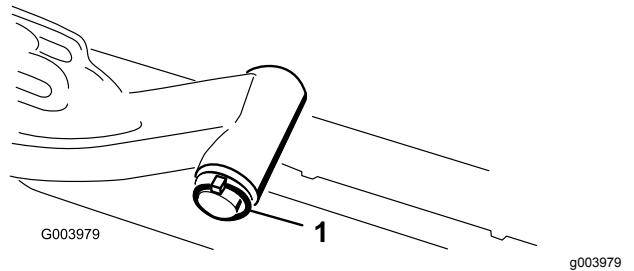

**Figura 11**
8. En el caso de las unidades de corte delanteras, deslice una unidad de corte debajo del brazo de elevación mientras coloca el eje del bastidor de tiro en la horquilla de pivote del brazo de elevación (Figura 11).
- B. Introduzca la horquilla del brazo de elevación en el eje del bastidor de tiro (Figura 11).